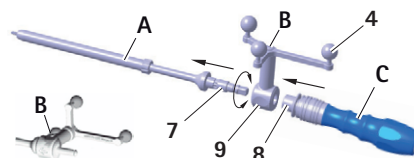

Рис. 6 Установка контрольного звездообразного блока (предварительно откалиброванного) и рукоятки S⁴C на метчик S⁴C
- Отпустить блокировочную втулку 8, см. Рис. 6. Убедиться, что рукоятка S⁴C вошла в зацепление.